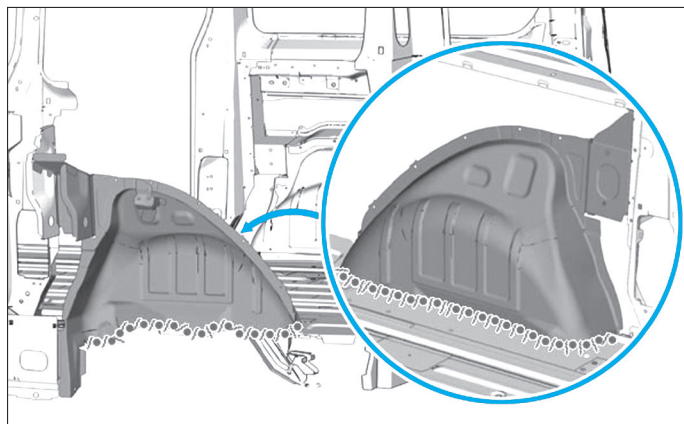

FIG. 104
- Appliquer une couche d'impression phosphatante sur la zone mise à nue (Fig.104)